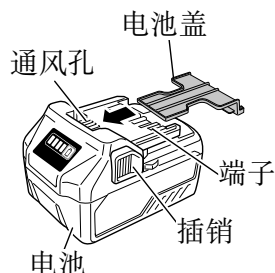

图 3
- 或者将电池装在电动工具中，或者在牢固按入电池盖并挡住通风孔后再存放，以防止短路（图 3）。